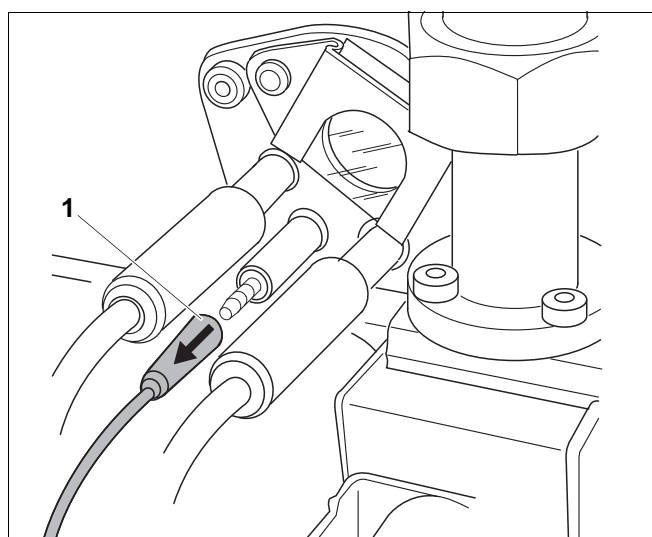

Рис. 34 Проверка контроля пламени; отсоедините штекер ионизационного кабеля от ионизационного электрода
- При работающей горелке отсоедините штекер ионизационного кабеля от ионизационного электрода (рис. 34, поз. 1). Горелка должна перейти в состояние неисправности!